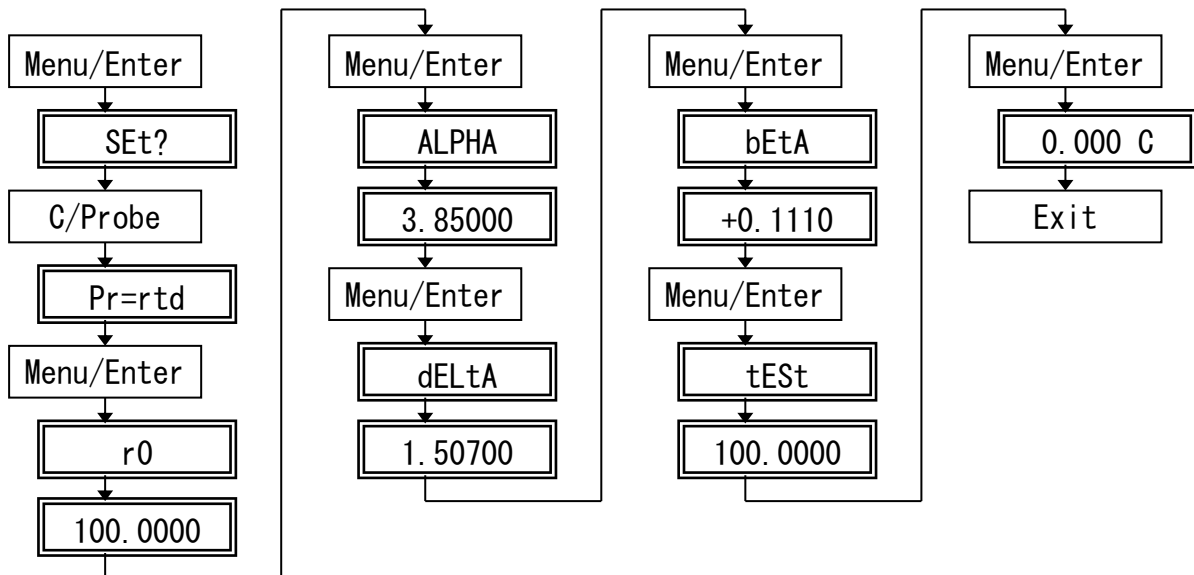

図1 温度変換設定のフローチャート
の数値になるよう設定する。(図 1)
- (2) 温度変換の設定の確認は、下記の手順で行う。下記の設定は白金抵抗温度計の温度換算をカレンダーフォンデュースンで行うものであるが、いずれの係数もデフォルト（出荷時設定）（ $\alpha = 0.00385$ 、 $\delta = 1.507$ 、 $\beta = 0.111$ ）である。またデフォルトの場合、「TEST」以下は「100 Ω 」を入力すると「0.000 $^{\circ}\text{C}$ 」を表示することを意味し、指示計器の温度換算の確認を行うことができる。(図 1)